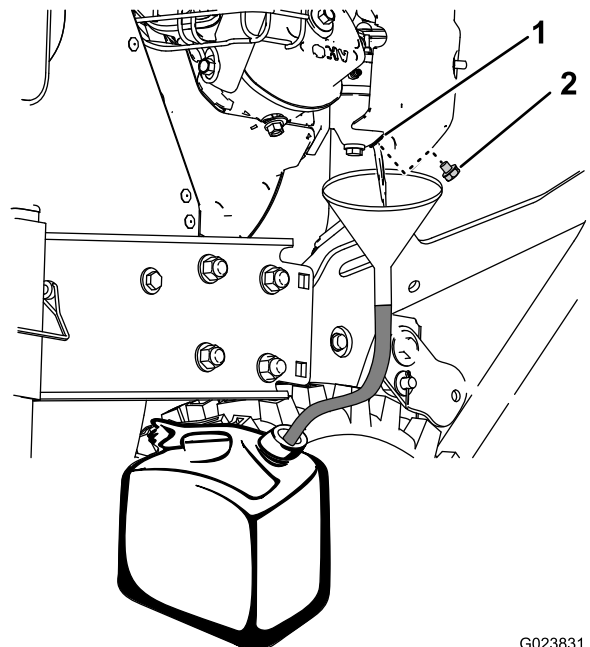

**Figura 28**
1. Localice el perno de vaciado situado en el orificio lateral de la cuba del carburador (Figura 28).